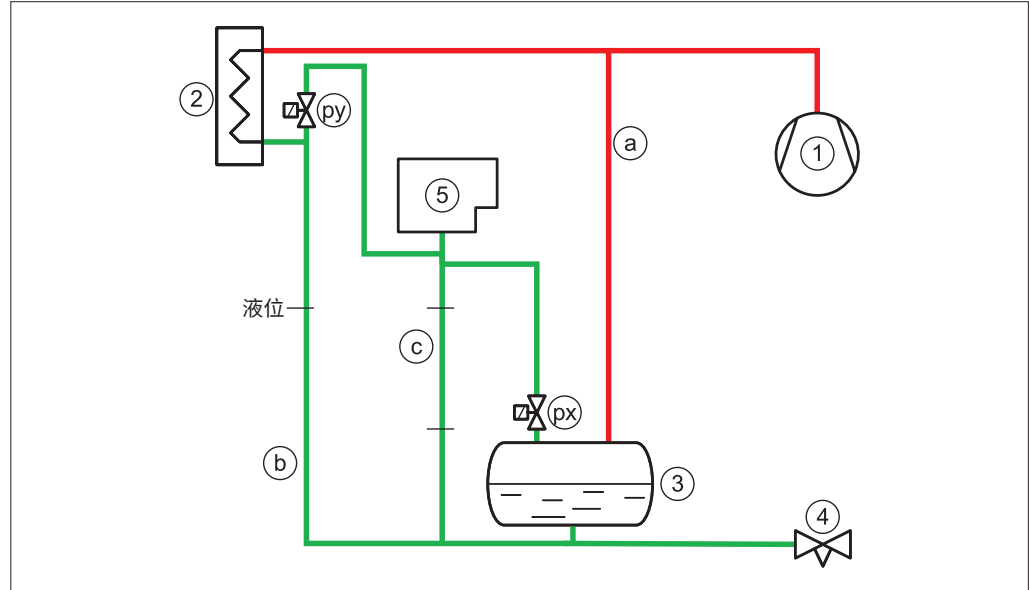
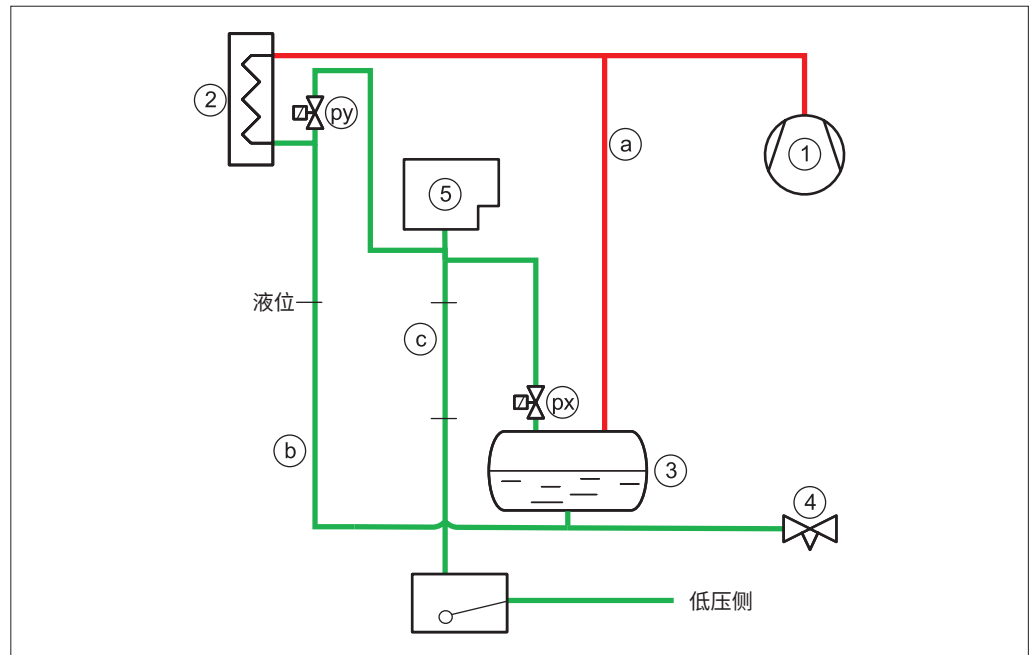

图6 空气分离器的连接 (px) 和 (py)。排水配管 (c) 必须垂直布置或呈下斜坡布置
图7 空气分离器的连接 (px) 和 (py)。排水配管 (c) 必须垂直布置或呈下斜坡布置
(参见图 6 和图 7)
或者, 可通过与低压侧连接的高压浮球阀 (6) 有效实现空气分离器的排水 (参见图 7)。